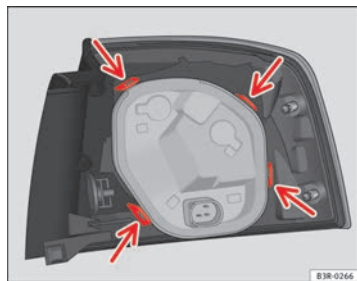

Abb. 229 Befestigen Sie den Lampenträger an der Heckleuchte
- Prüfen Sie, ob alle vier Befestigungslaschen ⇒ **Abb. 229** -Pfeile- eingerastet sind.